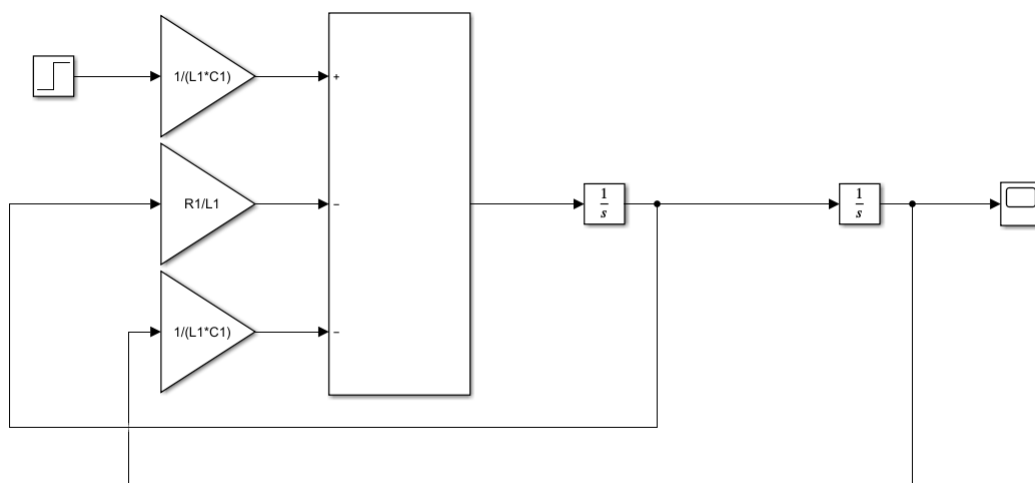

Figura 39. Sistema eléctrico de primer orden
1. Considere el sistema representado por la Ecuación (40) cuya representación en Simulink se muestra en la Figura 39.